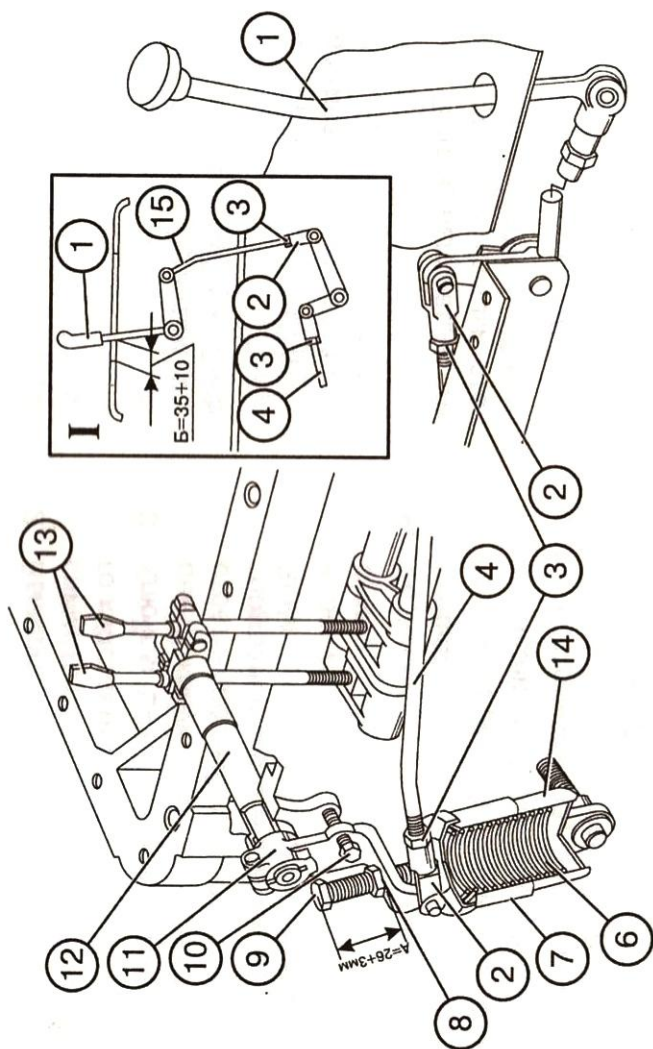
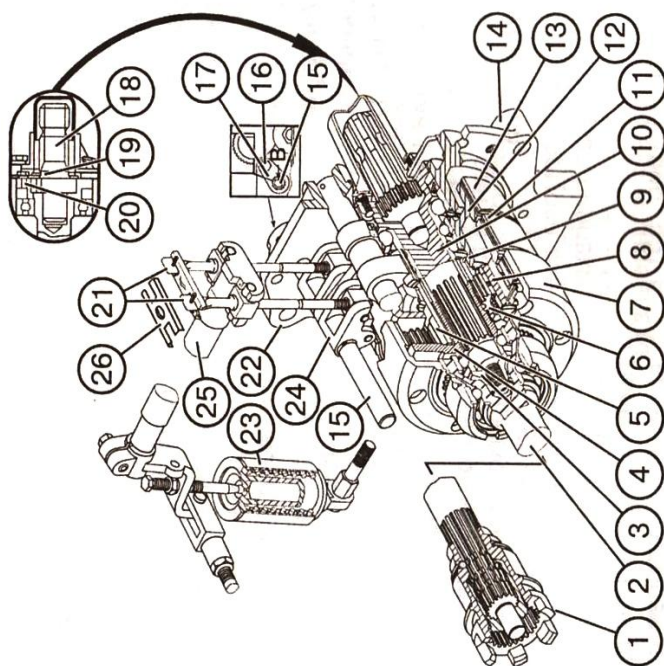

Рис. 55 Управление задним ВОМ:
Рис. 56 Планетарный редуктор заднего ВОМ:
1. Установите эксцентриковую ось 15 (рис. 56) в исходное положение, чтобы лыска "В" находилась справа вертикально и зафиксируйте стопорной пластиной 17 и болтом 16;
2. Отсоедините тягу 4 (рис. 55);
6. Снимите стопорную пластину 26 (рис. 56), заверните винты 21 до отказа усилием 10 кгс на ключе или плоскогубцах длиной 100 мм (моментом 1 кгс-м), а затем отверните каждый винт на 2-2,5 оборота;
7. Удалите болт (стержень) 10 (рис. 55), удерживающий рычаг 11 в исходном для регулировки положении;
10. Установите тягу 4, регулировкой тяг 4 и 15 установите зону качания рычага 1 в средней части прорези пульта управления. После окончания регулировки установите на место стопорную пластину 26, крышку люка заднего моста, законтрите тяги 4 и 15 (рис. 55), а также болт 9. В эксплуатации, если:
1. Установите рычаг 11 (рис. 55) в нейтраль, зафиксируйте в этом положении, введя стержень 10 диаметром 8 мм или болт М10Х60 в отверстие на рычаге 11 и соответствующее ему отверстие на корпусе заднего моста;
2. Выверните болт 16 (рис. 56), снимите пластину 17 со шлицевого хвостовика на оси 15;
5. Выньте из рычага 11 (рис. 55) стопорящий болт или стержень. После нескольких наружных регулировок эксцентриковая ось 15 (рис. 56) может занять крайнее левое положение (лыска "В" станет вертикально слева), что указывает на израсходование запаса внешней регулировки. В этом случае эксцентриковую ось поворотом против часовой стрелки установите в исходное положение (лыска справа вертикально), после чего выполните регулировочные операции, как описано выше (при сборке на заводе или после ремонта ВОМ). При правильно выполненной регулировке рычаг 1 (рис. 55) в положении "включено" или "выключено" должен не доходить не менее, чем 30 мм до края прорези пульта управления и четко переходить через нейтральное положение.
На некоторых партиях тракторов возможно отсутствие механизма внешней подрегулировки управления ВОМ (поз. 15, 16, 17 рис. 56).